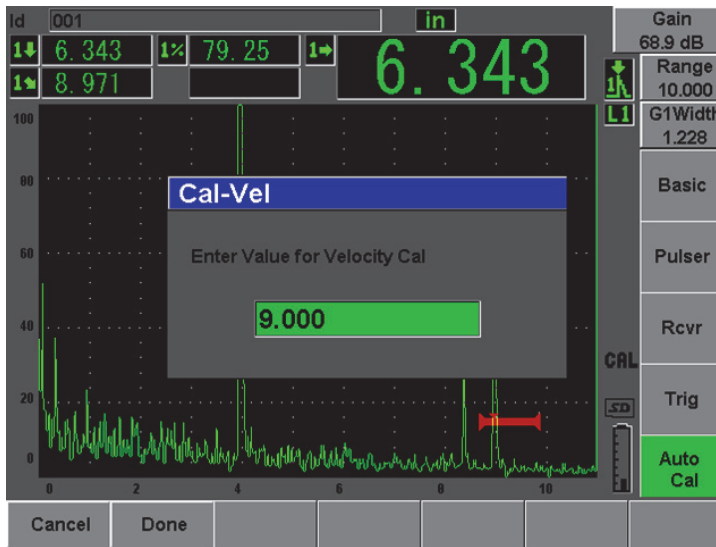

Abbildung 10-22 Signal in der Blende zur Justierung der Schallgeschwindigkeit (Beispiel)
8. Mit der Taste **[GATES]** Blende 1 so einstellen, dass das zweite Echo vom Bogen des Justierkörpers im Blendenbereich erscheint. Diese Reflektierung sollte nahe an 9 in. (225 mm) sein (siehe Abbildung 10-22 auf Seite 182).